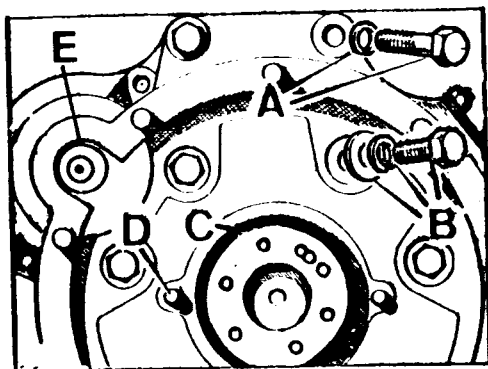

Fig. A1-98 Desmontaje del cárter del volante
- 1.3. Desconectar los cables de alimentación del motor de arranque, quitar los tornillos, A y B (Fig. A1-98) que fijan el cárter del volante al bloque y extraer dicho cárter en unión del motor de arranque.
- 1.4. Desmontar el motor de arranque, E, (Fig. A1-98).
- 2.3. Montar el cárter del volante sobre el motor y fijarlo con sus tornillos, A y B (Fig. A1-98) dándoles un apriete de 3,50 a 4,25 mkg.